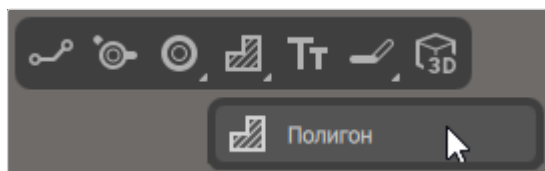

Рисунок 124. Инструмент «Полигон» на панели инструментов
- Щелкнуть правой кнопкой мыши по значку  на панели инструментов редактора схем и в раскрывшемся списке выбрать инструмент «Полигон» (см. рисунок 124).